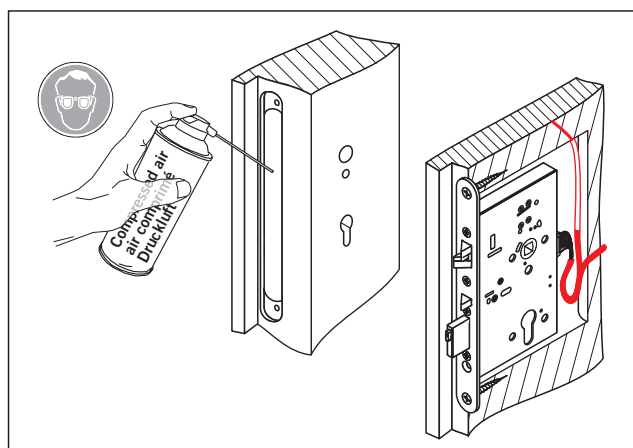

Fig. 22 Insert door lock
3. Insert the door lock into the door leaf recess (Abb. 22).